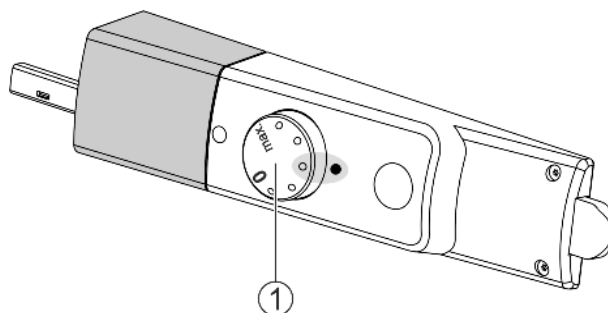

Fig. 2
- Tourner le régulateur de température *Fig. 2 (1)* vers la droite de la position 0 au point 3.
- Tourner le régulateur de température *Fig. 2 (1)*.